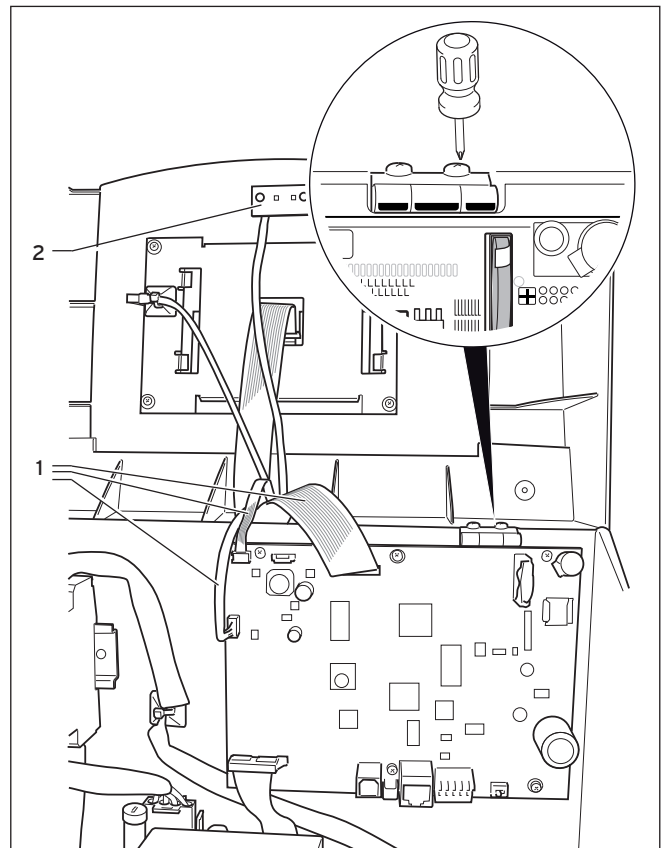

Abb. 11.2 Haube tauschen
- Schrauben Sie die Schrauben an den beiden Scharnieren der Haube (→ Abb. 11.2) ab.